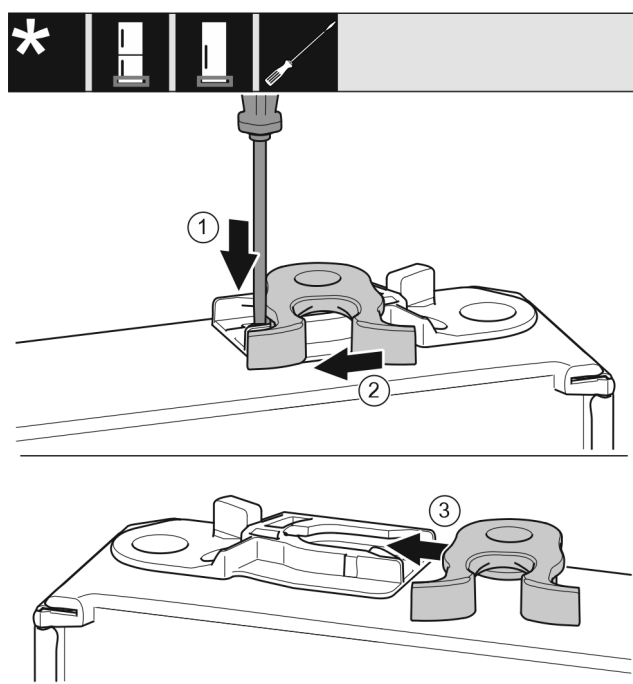

Fig. 27
- ▶ За допомогою шлицевої викрутки притисніть униз накладку. Fig. 27 (1)
- ▶ Витягніть із напрямної запірний гачок. Fig. 27 (2)
- ▶ Вставте запірний гачок у напрямну з іншого боку. Fig. 27 (3)